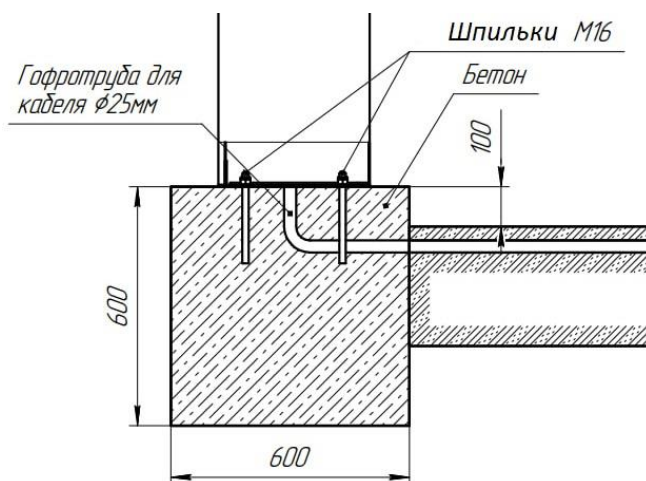

Рисунок 4
- Шлагбаум следует установить на фундамент размером 600х600х600 из бетона марки не ниже М400. При заливке необходимо использовать монтажный комплект: закладную пластину и шпильки М16, при этом концы шпилек должны выступать над поверхностью фундамента своей резьбовой частью на высоту не менее 40 мм. Сам фундамент должен выступать над уровнем проезжей части не менее 100мм (см. Рис. 4)